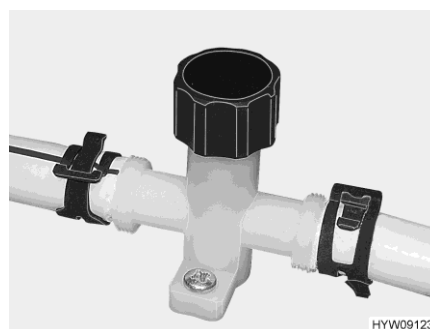

Bild 156 Avtappningskran (vattenledning)
- Stäng avtappningskranarna. Vrid avtappningsventilens lock (Bild 156) medurs.